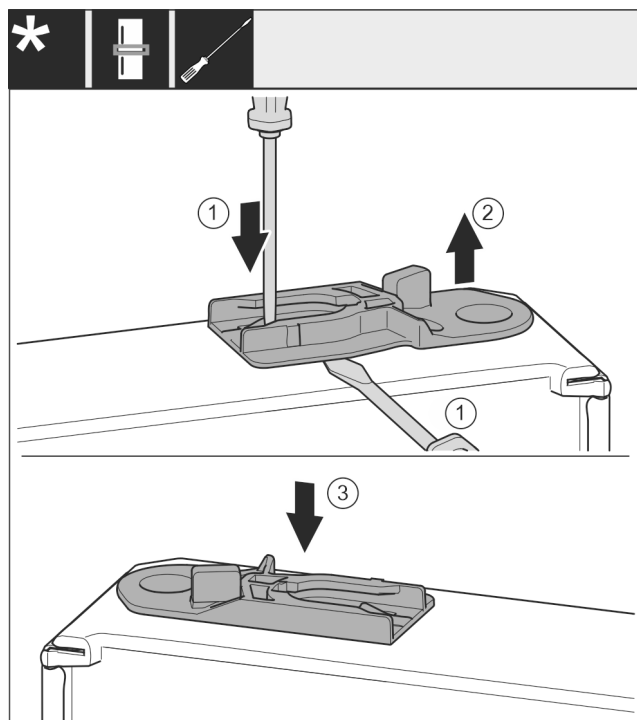

Fig. 51 *
- Vytáhněte vodící pouzdro: Stiskněte jazýček Fig. 51 (1) šroubovákem a současně plochým šroubovákem zajedťte pod vodící pouzdro Fig. 51 (2).*
- Vodící pouzdro Fig. 51 (3) přiložené v příslušenství zasuňte na druhé straně pláště.*